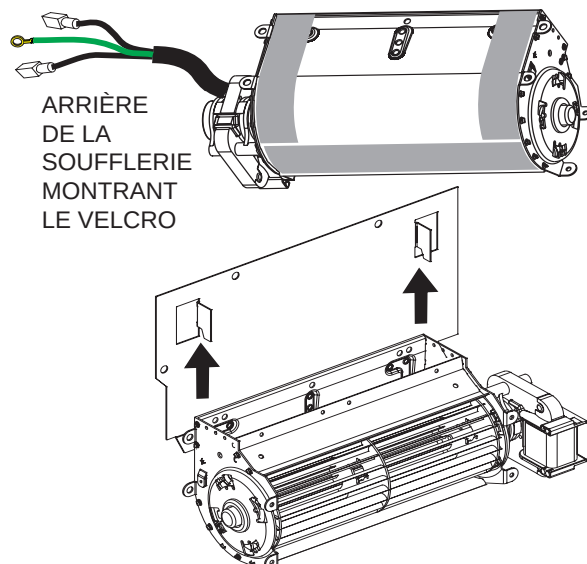

Figure 15
11. La plaque pour la soufflerie se trouve sur le côté gauche du foyer. Glisser la soufflerie vers le haut pour l'insérer dans les languettes et la fixer en place à l'aide des bandes Velcro. **Voir Figure 15.**
10. Reposer le panneau inférieur déposé à l'étape 1. **Voir Figure 15.**